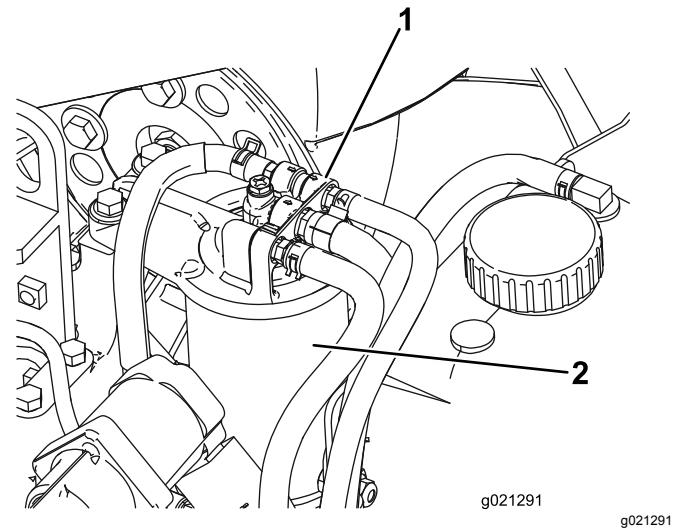

Figure 78
1. Nettoyez la surface autour de la tête du filtre à carburant (Figure 78).
2. Déposez le filtre et nettoyez la surface de montage de la tête du filtre (Figure 78).